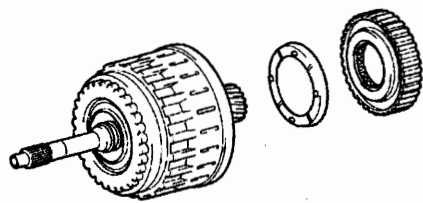

图 12-1-19
(30) 如图 12-1-19 所示, 从离合器鼓和输入轴总成上拆下 2 号单向离合器总成和 2 号离合器鼓止推垫圈。